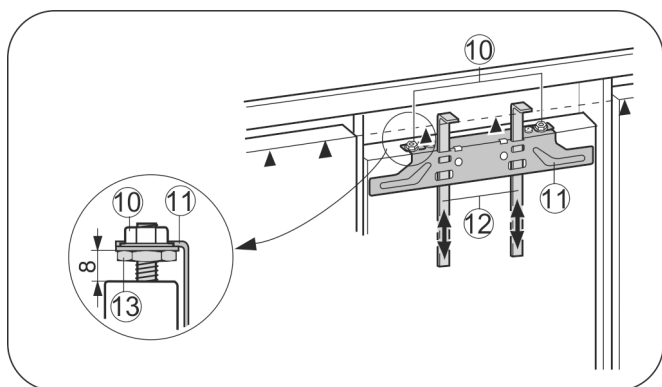

Fig. 17
- ▶ A szerelési segédeszközt Fig. 17 (12) csúsztassa fel a bútor ajtómagasságáig. A szerelési segédeszköz ▲ alsó éle = a szerelni kívánt bútorajtó felső éle.
- ▶ A rögzítő kereszttartót Fig. 17 (11) csavarozza le az ellenanya felett Fig. 17 (10).